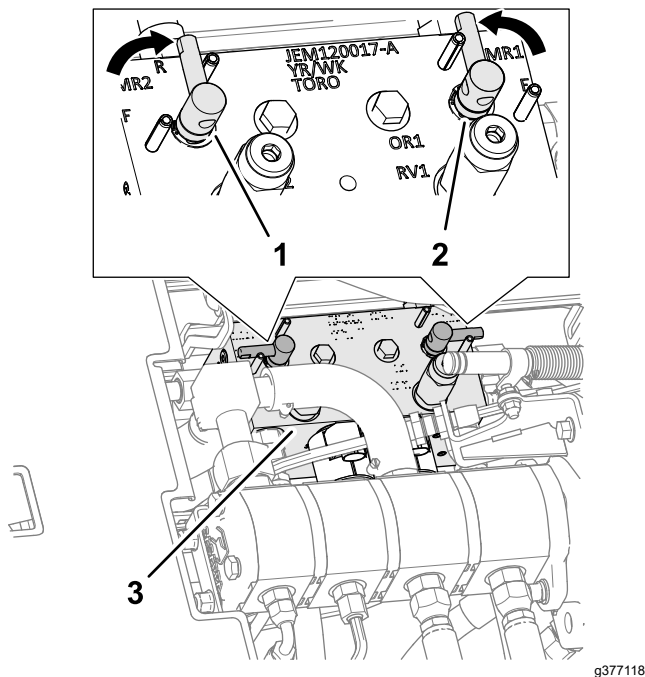

Figura 105
4. Desbloqueie e levante o banco para expor o coletor do cortador (Figura 105).
5. Mova as alavancas de retificação para a posição R (retificação) (Figura 105).